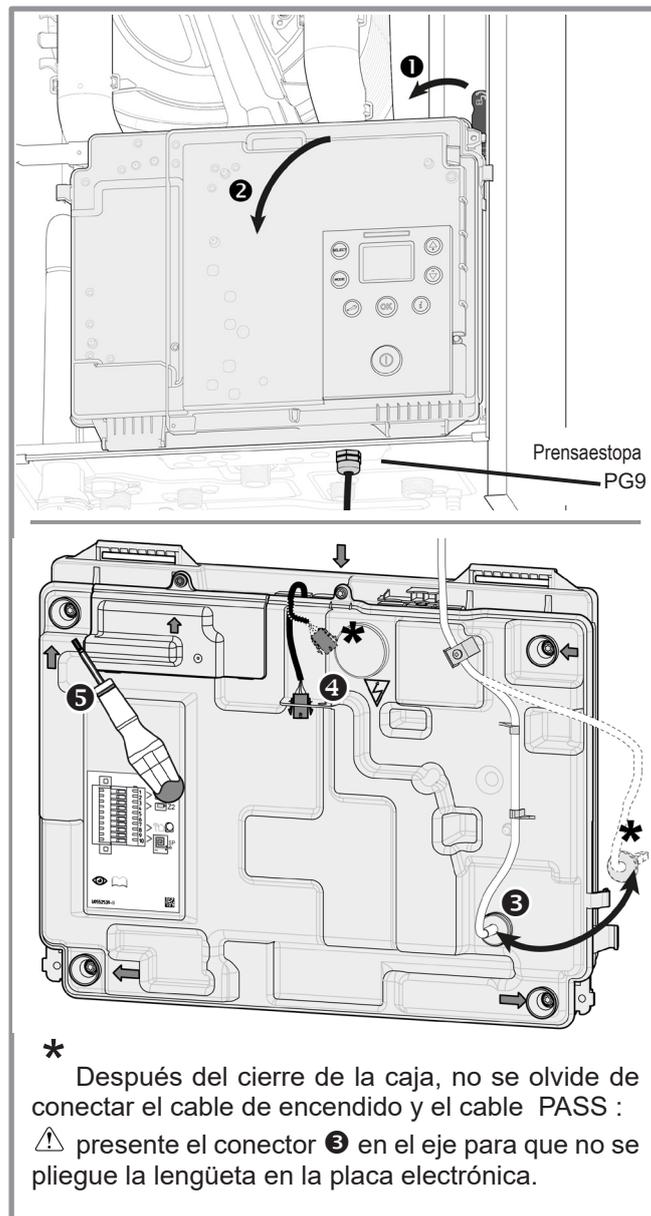

figura 36 - Acceso al cuadro eléctrico
- Desbloquee para bajar la caja eléctrica (1/2)(figura 36).